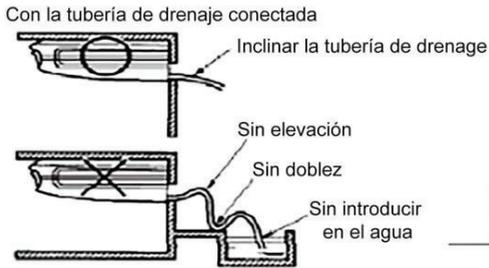
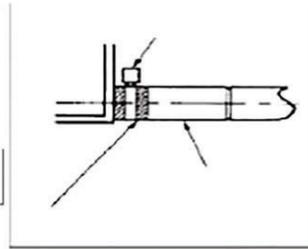

Fig.10
Fig.11
* Mantenga la tubería de drenaje corta e inclinada hacia abajo con una inclinación de al menos 1/100 para evitar burbujas de aire (vea la Fig. 10).
* Use la manguera de drenaje acoplada ④ y la abrazadera ⑤.
* Inserte la manguera de drenaje completamente dentro de la hendidura. Apriete la abrazadera por donde está la cinta adhesiva gris hasta que la cabeza del tornillo esté a menos de 4 mm de la manguera. (Vea la Fig. 11 y 12).